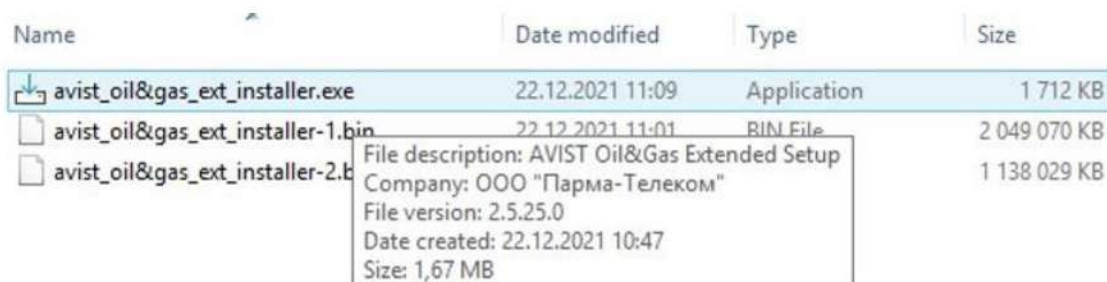

Рисунок 46 - Запуск инсталлятора
- 1) Запустить инсталлятор – файл `avist_oil&gas_ext_installer.exe` (Рисунок 46).